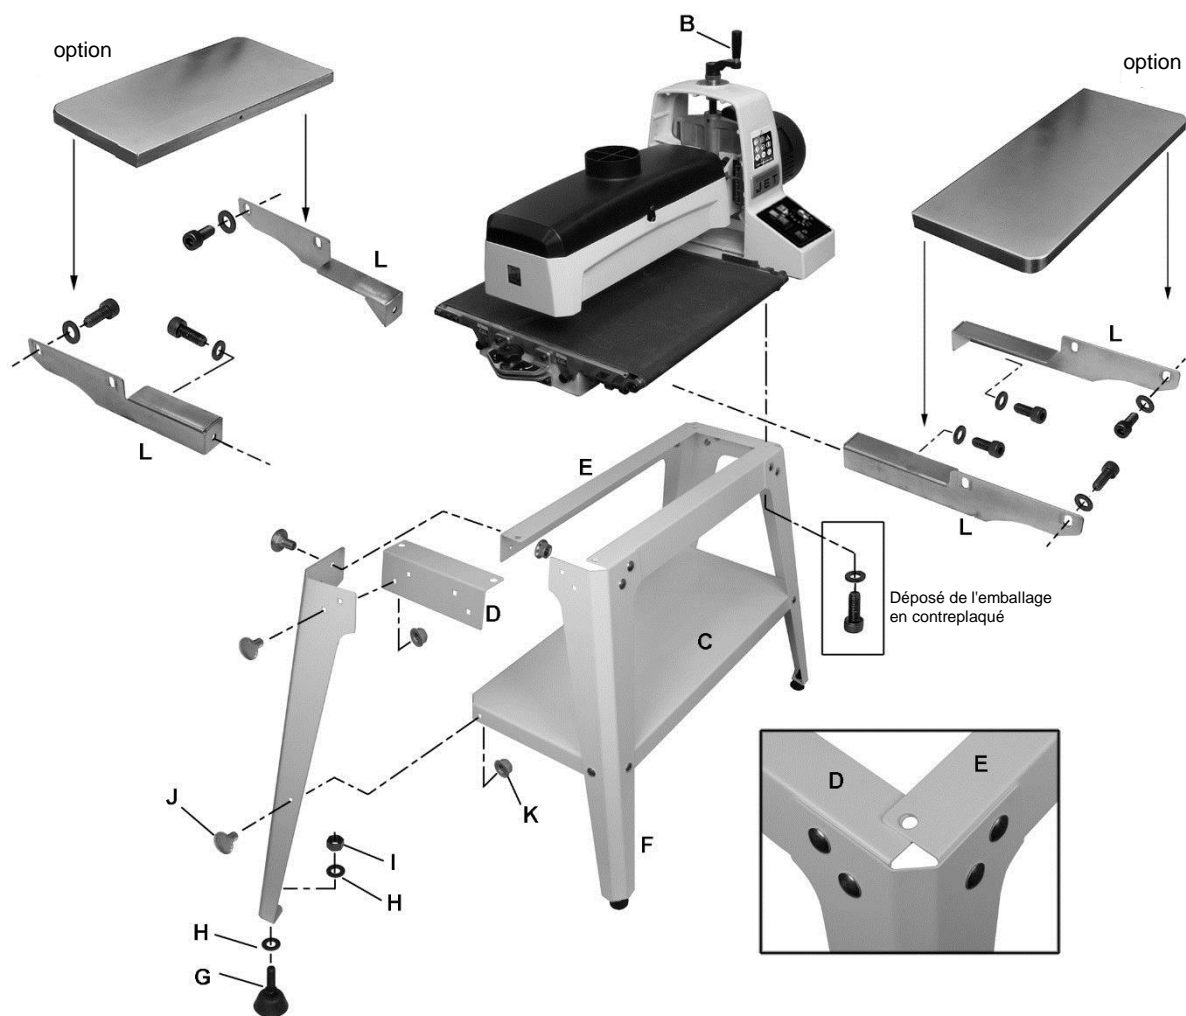

Figure 6-3: Montage
(Voir la figure 6-3. Si vous avez besoin de davantage d'éclaircissements, consultez le schéma de pièces éclaté à la fin de ce manuel.
1. Assemblez les pieds (F) à l'extérieur des équerres courtes (D) en utilisant les boulons à tête bombée et collet carré (J) et les écrous à embase (K). Serrez *uniquement à la main*.
2. Assemblez l'équerre longue (E) à l'intérieur des pieds et en haut des équerres courtes (D). Serrez *uniquement à la main*. REMARQUE : La collerette d'encastrement de l'équerre longue chevauche la collerette d'encastrement de l'équerre courte. Voir encadré, Figure 6-3.
3. Tournez à l'envers le support. Installez la tablette (C) entre les pieds avec les boulons à tête bombée et collet carré et les écrous.
5. Insérez le pied de réglage (G) dans le trou en bas du pied avec les rondelles plates et l'écrou hexagonal.
1. Installez les supports d'entrée et de sortie (L, Figure 6-3) sur les trous filetés dans la base de la ponceuse avec des rondelles plates et des vis à tête à six pans creux M8x16. Veillez à ce que les supports droit et gauche soient orientés comme montré. Les supports doivent s'appuyer sur la base. **REMARQUE** : Les supports longs sont à l'avant (entrée); les supports courts à l'arrière (sortie).